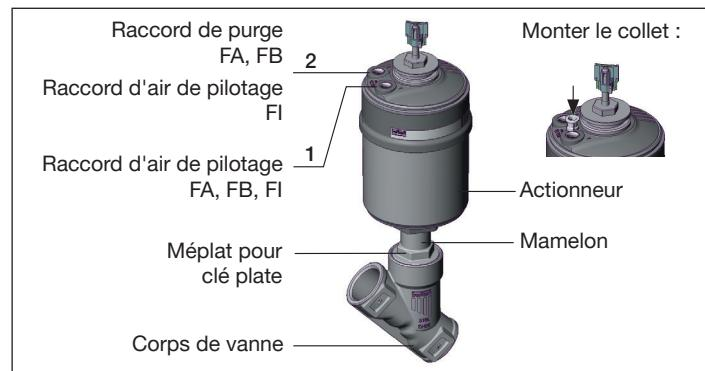

Fig. 4: Montage
- Avec la fonction A, alimenter le raccord d'air de pilotage 1 (voir « Fig. 4 ») en air comprimé (5 bars) : la vanne s'ouvre.